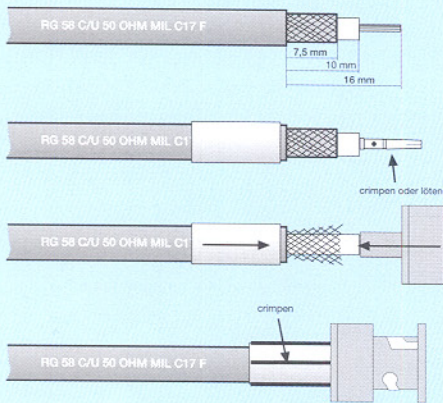

Bild 10: Montage für BNC-Stecker mit Crimpmontage
1. Aufschieben der Crimphülse und Abisolieren des Kabels (Abbildung 10).